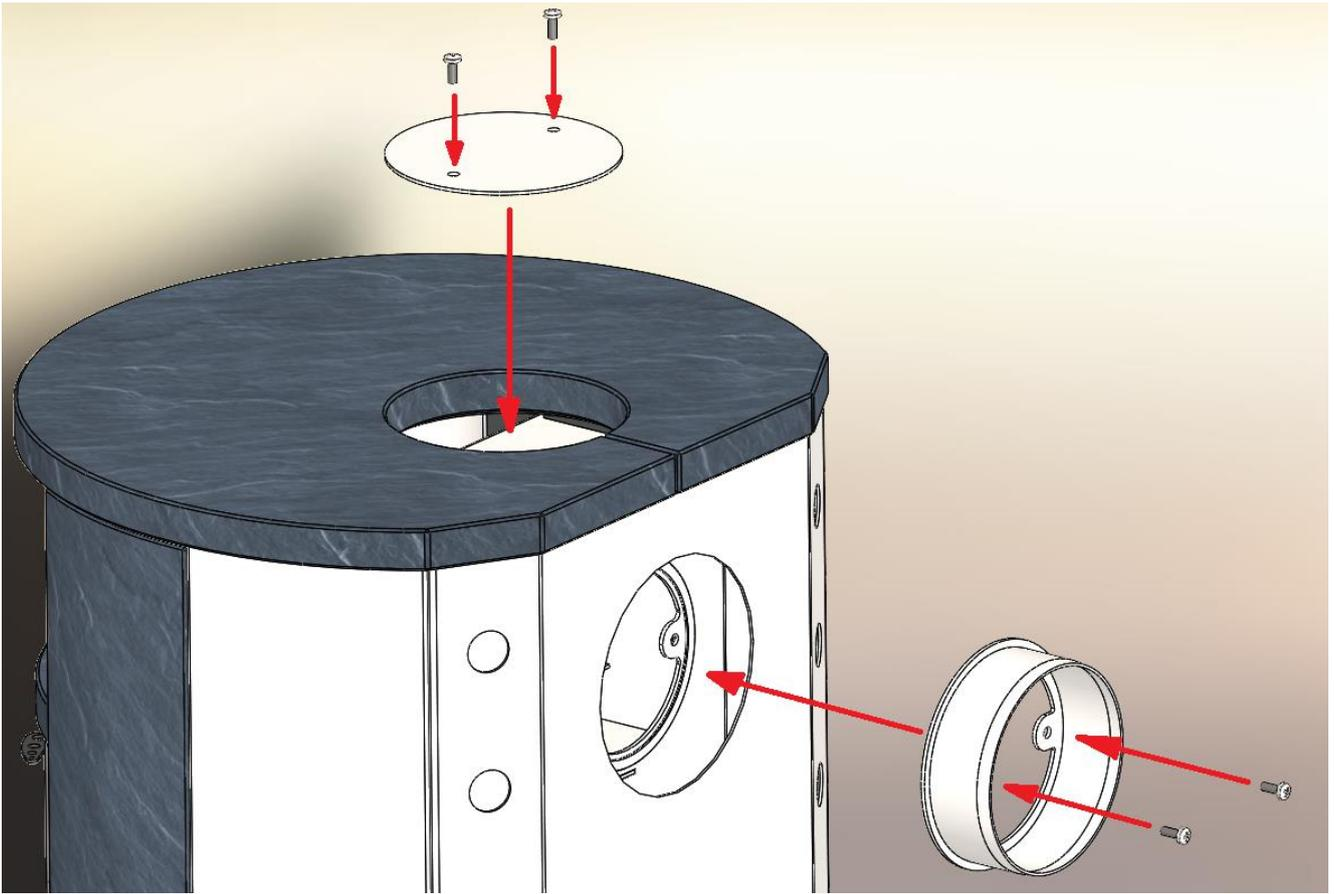

Abbildung 3 Montage des Rauchabzugsanschlusses / Rauchabzugdeckels
4. Abbildung 3 Montage des Rauchabzugsanschlusses / Rauchabzugdeckels	Seite 6